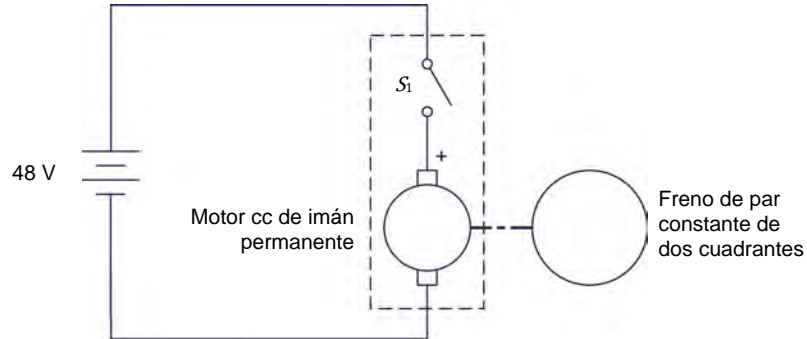

Figura 10. Motor cc de imán permanente acoplado a un freno.
5. Conecte el equipo como se muestra en la figura 10. El terminal rojo del motor es el terminal positivo.